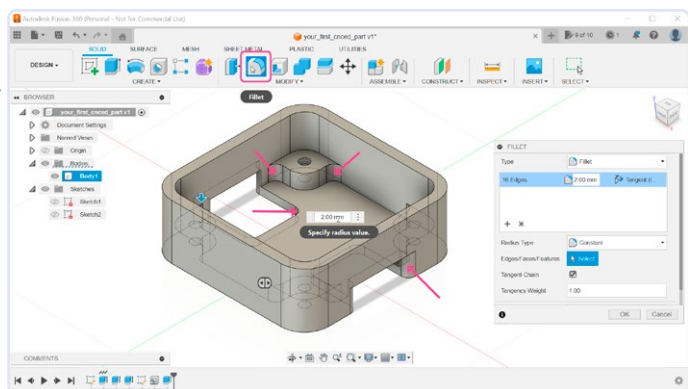

Figure 19. Arrondi des bords intérieurs.
19. Le boîtier est presque prêt. Nous avons une forme de base, des supports avec des trous filetés et des ouvertures au fond du boîtier pour accéder aux connecteurs. Au point où nous en sommes, il serait intelligent d'ajuster la forme pour rendre la fabrication plus facile. Comme la fraise possède un certain diamètre, il est impossible de créer des bords intérieurs tranchants. Nous pouvons facilement y remédier en ajoutant un arrondi avec l'outil **Fillet** (figure 19) dans le groupe **Modify**. Lorsque l'outil est activé, sélectionnez tous les coins intérieurs en angle droit et entrez une petite valeur d'arrondi – par exemple, 2 mm.